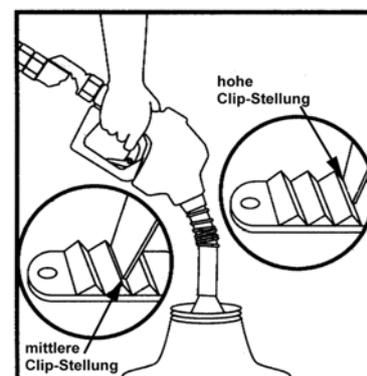

Bild 9
- Vorgang für mittlere und hohe Clip-Position wiederholen. Die Zapfpistole muss immer abschalten (Bild 9).